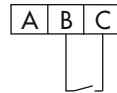

Bild 15: Elektrische Anschlüsse
3. Leitungen gemäß Anschlussbelegung (vgl. Bild 15, Seite 56) auf die Gehäusseklemmen führen.